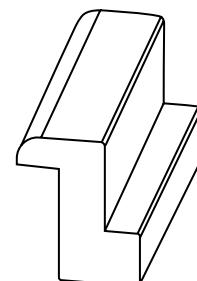

Рис. 9
3.2 Для дальнейшего расчета выберете тип Z- профилей рамы (Рис.9) (См. Книгу продавца).